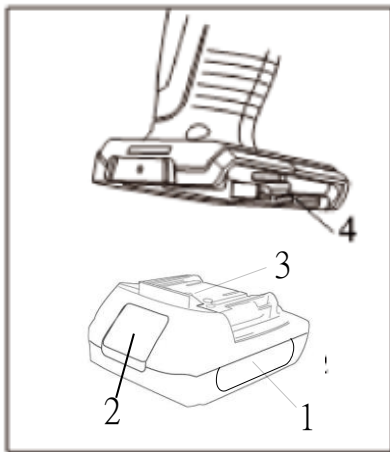

Рис.2
Нажмите кнопку для отделения аккумуляторного блока (1) и вытащите блок (2). (Рис.2)
Вставьте аккумуляторный блок (1) до фиксации (Рис.2).
1. Включите зарядное устройство в сеть. Индикатор (1) загорится зеленым. (Рис.2)
2. Подключите зарядное устройство (2) в разъем для подключения (3) на аккумуляторной батарее.
3. После окончания заряда батареи индикатор (1) загорится зеленым.